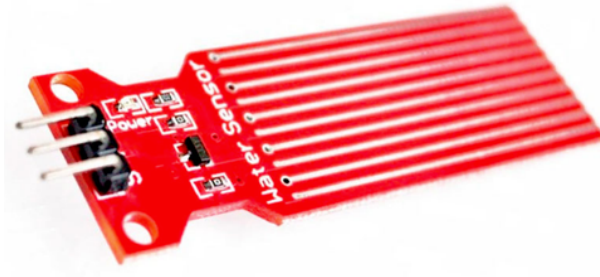

Рис. 2.2 Сенсор води
**Сенсор води.** У якості сенсора води можна використовувати аналоговий сенсор рівня рідини (рис. 2.2). Робоча напруга аналогового сенсора – 5v. Вихідна напруга (покази сенсора) залежить від ступеня занурення сенсора в рідину і від параметрів, що впливають на коефіцієнт передачі напруги, наприклад, провідність рідини.